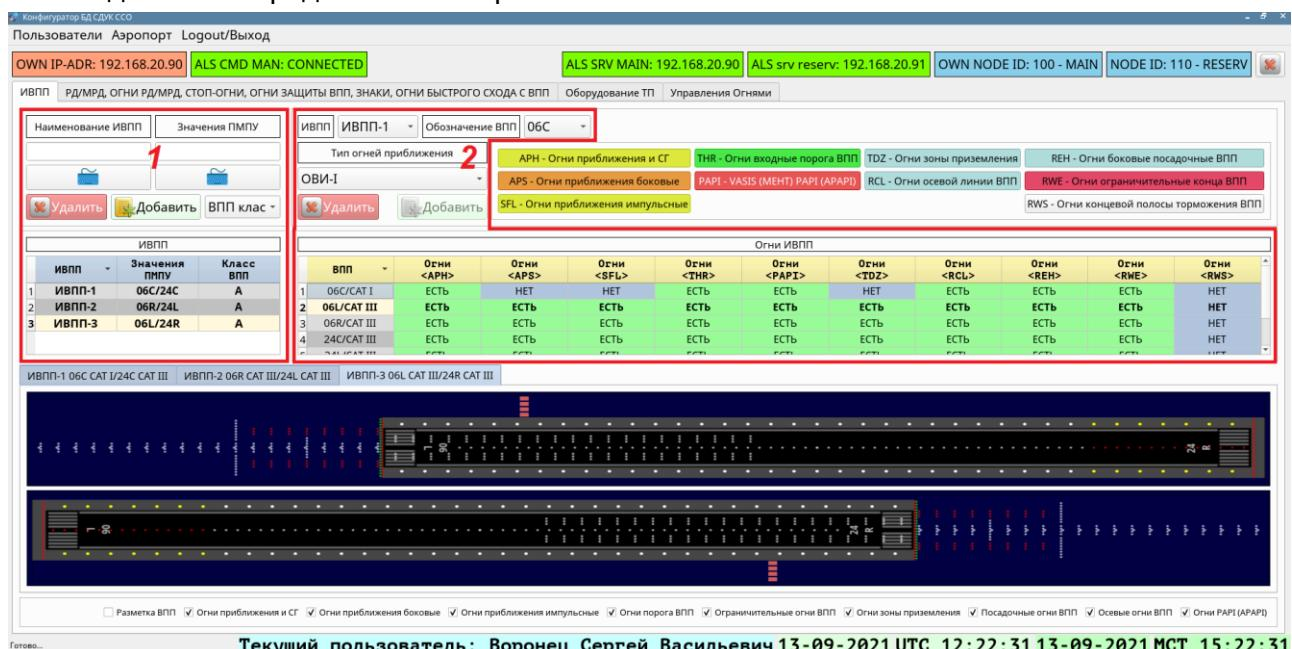

Рисунок 8
1. Открыть окно конфигурирования ВПП: Главное меню → Аэропорт → ИВПП. Вкладка ИВПП представлена на рис. 8.
- 2. Ввести наименование конфигурируемой ИВПП:** в поле *Наименование ИВПП*, расположенном в левом верхнем углу вкладки ИВПП (см. поз. 1 на рис. 8). При вводе значений можно воспользоваться виртуальной сенсорной клавиатурой, открываемой кнопкой , расположенной рядом. Введенное здесь наименование ИВПП далее применяется и отображается на всех программных пользовательских интерфейсах системы. В рассматриваемом примере использованы наименования *ИВПП-1*, *ИВПП-2* и *ИВПП-3*.
3. Удалить ИВПП: кнопкой *Удалить*, находящейся в области, отмеченной поз. 1 на рис. 8.
- 3. Удалить ИВПП:** кнопкой *Удалить*, находящейся в области, отмеченной поз. **X** на рис. 8.